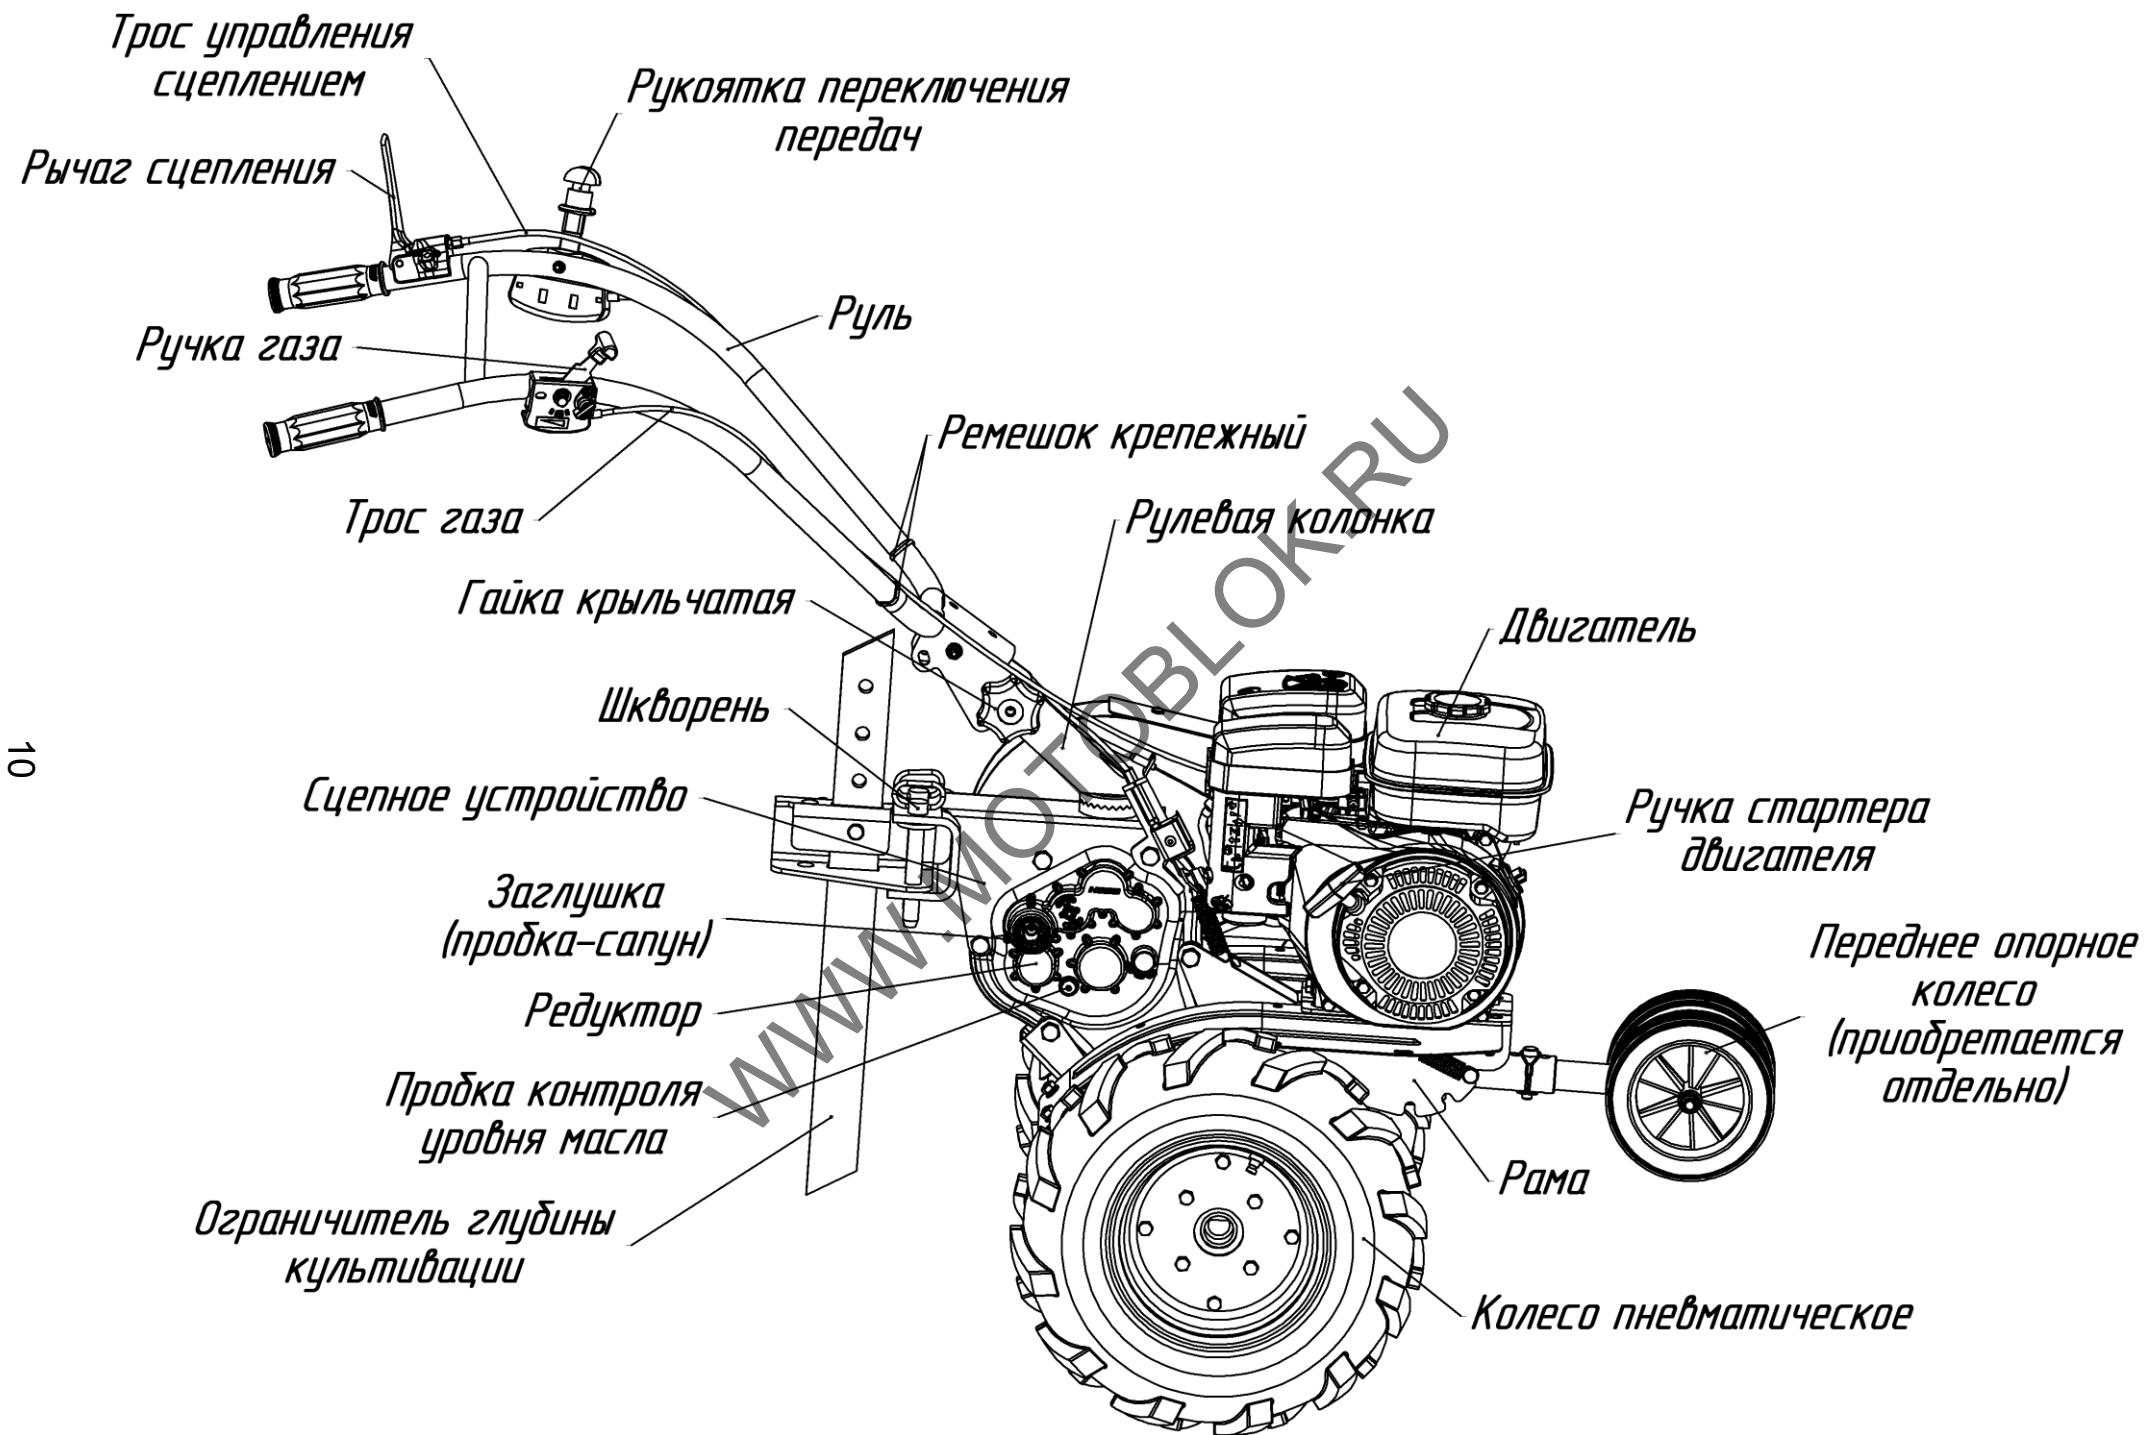
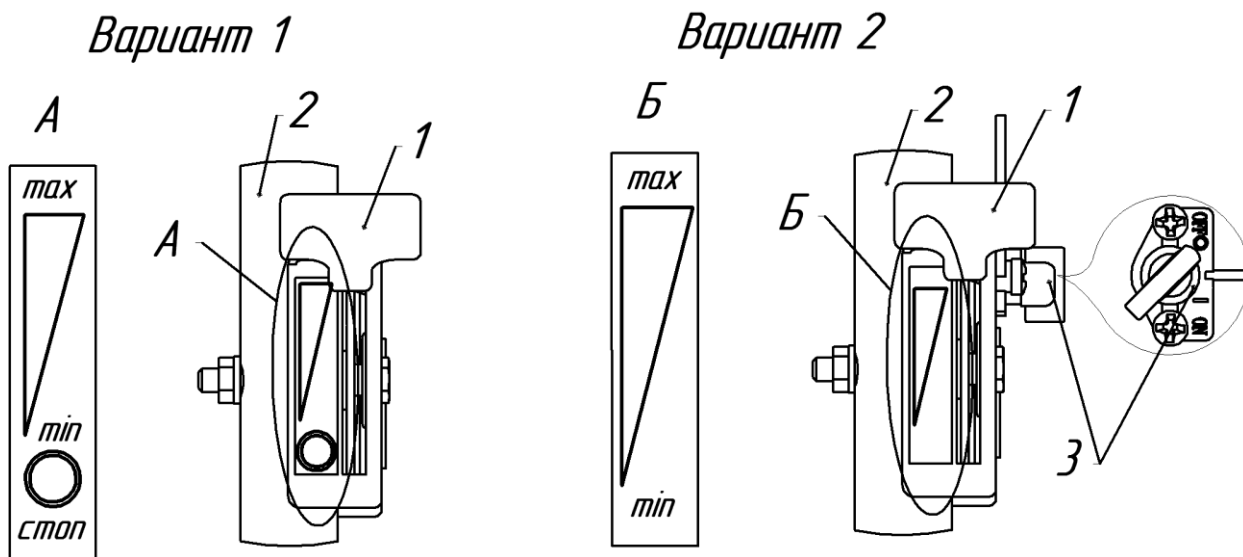

Рис.1 Мотоблок МБ Компакт. Общий вид (вид справа)
Рис.7 Дистанционное управление двигателем
МБ Компакт (рис.1, 2) – это одноосный универсальный силовой агрегат, предназначенный для работы как с устройствами, входящими в штатную комплектацию, так и с различными сменными орудиями, и состоящий из:
Рычаг переключения передач (рис.1, 5) – расположен на левой рукоятке руля.
Переключение передач производится перемещением рычага на руле (рис.1): две передачи вперед (1 и 2), одна – задний ход (R), промежуточные положения – нейтральные (N).
Рукоятка сцепления (рис.1, 6) – расположена на левой рукоятке руля, предназначена для включения/выключения сцепления.
Ручка газа (рис.1, рис.7) – расположена на правой рукоятке руля, предназначена для управления положением дроссельной заслонки двигателя и его остановки.
43. В аварийных ситуациях остановите двигатель при помощи аварийного останова на двигателе или на рычаге газа (рис.7, 8).
Отпустите рукоятку включения сцепления. Переведите ручку управления газом на руле в положение "СТОП" (см. рис.7, 8):